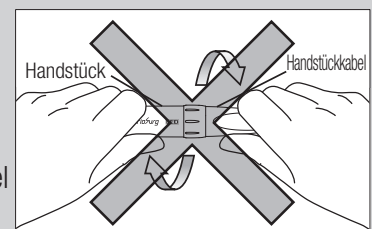

Abb. 22
- VORSICHT**  • Das Handstück kann nicht vom Handstückkabel abgenommen werden. Der Versuch, das Handstück vom Handstückkabel zu trennen oder das Handstück auf dem Handstückkabel zu drehen, kann Beschädigungen der inneren Teile und einen Ausfall zur Folge haben. (Abb. 22)